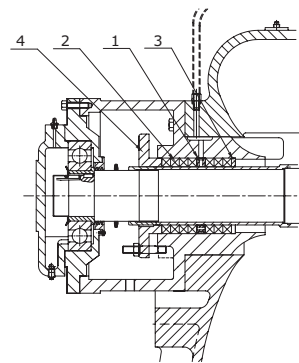

Рис. 12 Вид сальника в разрезе
Сальниковая набивка состоит из нажимной втулки (4), уплотнительных колец (2), шайбы (3) и распределительного кольца (1). См. рис. 12.